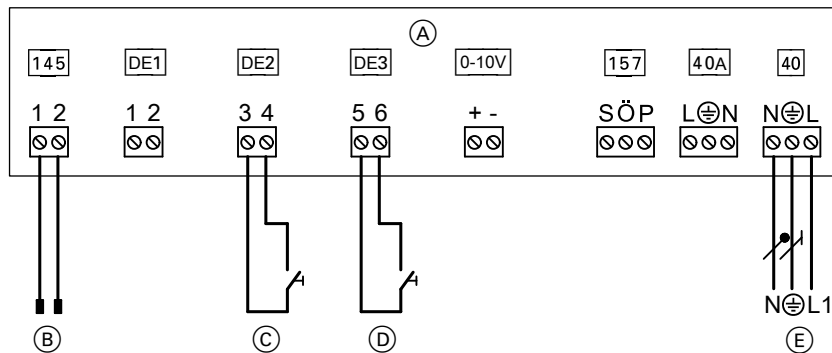

Abb. 41
- An Erweiterung EA1 gemäß Abb. 41